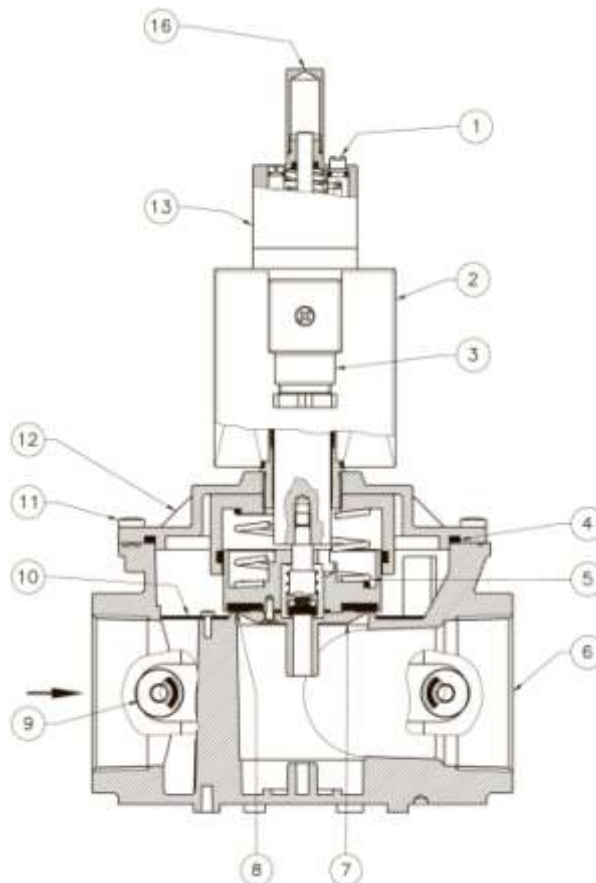

Рис. 2
Клапан рис. 2 состоит: винт регулировки скорости открытия (1); электромагнитная катушка (2); электрический коннектор (3); прокладка (4); пружина (5); корпус (6); затвор (7); манжета затвора (8); заглушка (9), фильтрующая сетка* (10); винт (11), крышка (12), гидравлический тормоз (13), колпачок тормоза (16).